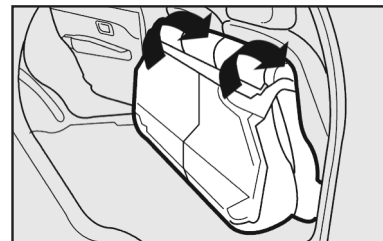

fig. 98
1) Empuje hacia atrás el asiento trasero completo utilizando los asientos **A-fig. 98**.